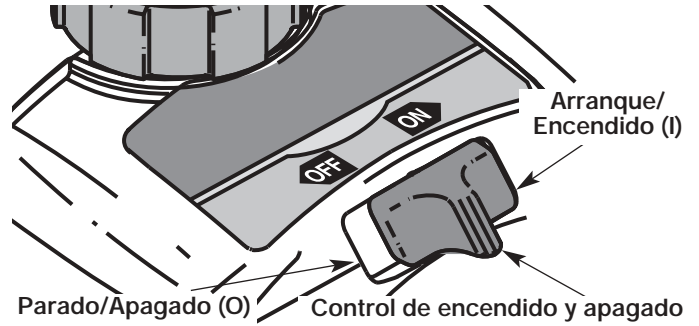
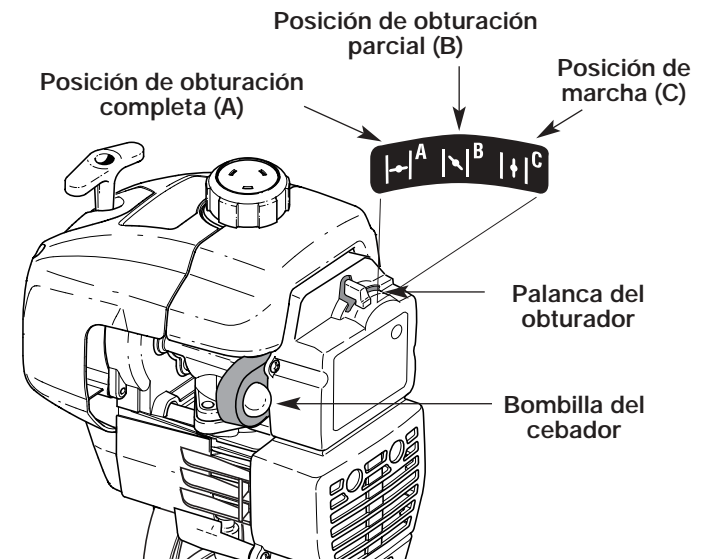

Fig. 6
Fig. 7
2. Coloque el control de encendido y apagado en posición de **ENCENDIDO (I)** (Fig. 6).
3. Oprima y suelte por completo la bombilla del cebador lentamente de 10 veces. El combustible debe estar visible en la bombilla (Fig. 7). Si el combustible no está visible, oprima tres (3) veces más o hasta que lo vea.
4. Coloque la palanca del obturador en posición de obturación **COMPLETA (A |—|)** (Fig. 7).
6. Coloque la palanca del obturador en posición de obturación **PARCIAL (B |~|)** (Fig. 7).
NOTA: Si el motor se inunda al intentar arrancar la unidad, coloque la palanca del obturador en la posición de **MARCHA (C |↑|)** (Fig. 7). Oprima el control del regulador. Tire de la cuerda de arranque rápidamente. El motor debe arrancar luego de tres (3) a ocho (8) tirones.
9. Oprima el control del regulador para calentar el motor de 5 a 10 segundos. Coloque la palanca del obturador en posición de **MARCHA (C |↑|)** (Fig. 7).
NOTA: No es necesario usar el obturador cuando arranque un motor que ya está caliente. Coloque el control de encendido y apagado en posición de **ENCENDIDO (I)** (Fig. 6) y arranque en posición de obturación **PARCIAL (B |~|)** (Fig. 7). Cuando arranque, ponga el obturador en la posición **MARCHA (RUN) (C |↑|)** (Fig. 7).
2. Coloque el control de encendido y apagado en posición de **APAGADO (O)** (Fig. 6).